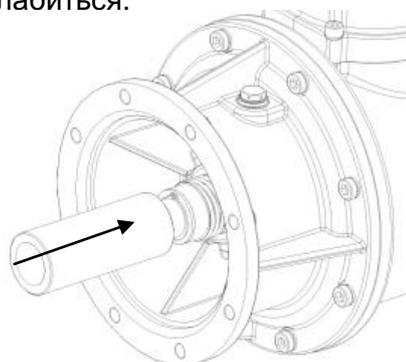

Рис. 24: 10.3 Установочное положение MG 12/30 в масляной камере
- С помощью монтажной втулки нажать на стопорное кольцо, вместе с упорной шайбой пружина уплотнительного кольца натягивается настолько, пока не услышите фиксацию стопорного кольца в паз (рис. 24).